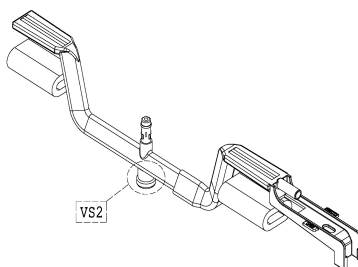

FIG 28
- La seconda Valvola di Sicurezza (**FIG 28 Rif. "VS2"**) è parte integrante della Staffa di Supporto Specula e serve per scaricare (*all'interno del WC*) la pressione in eccesso. Potrebbe succedere che durante il lavaggio, a causa di lievi sbalzi di pressione dell'acqua (*impercettibili dall'utilizzatore*), dal tappo forato inferiore della Valvola di Sicurezza fuoriescano gocce di acqua; niente paura, questo garantisce all'utilizzatore il corretto funzionamento della Valvola stessa.